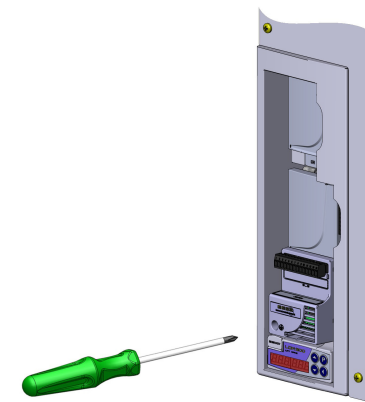

Figura 2: Fijación del tornillo de aterramiento del accesorio
3. Conectar el accesorio en el slot e fijar el tornillo de aterramiento del accesorio al convertidor de frecuencia, conforme indicado por la Figura 2.